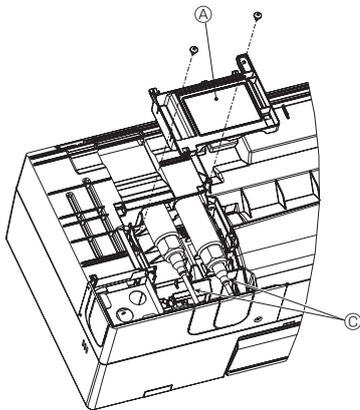

Fig. 3-16
- (4) Retire la cubierta de la caja Ⓐ. (Fig. 3-16)
- (5) Afloje la tuerca del lado de la tubería en forma de L con dos llaves y retire y deseche la tubería Ⓒ.